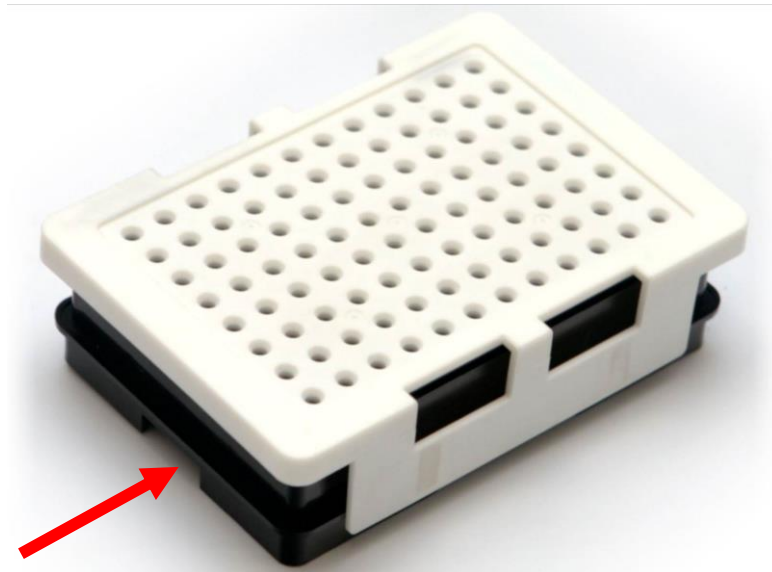

Рисунок 12. Планшет в сборе, красной стрелкой указана выемка
3. Основание держателя планшета является несимметричным: с одной стороны оно имеет выемку, как показано на рис. 12.
9. Поместить собранный планшет в позиционер, состыковав правильным образом выемку планшета и выступ в позиционере (правильное положение показано на рис. 12, 18).